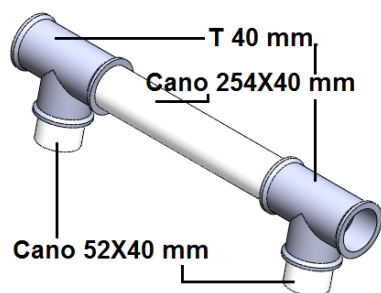

Figura 9. Montagem dos módulos – Módulo 2 – Passo 1
- Passo 1: Junte o cano de 254X40 mm e os 2 canos 52X40 mm com as conexões “T 40 mm”, como mostrado na figura 9 (1 unidade);